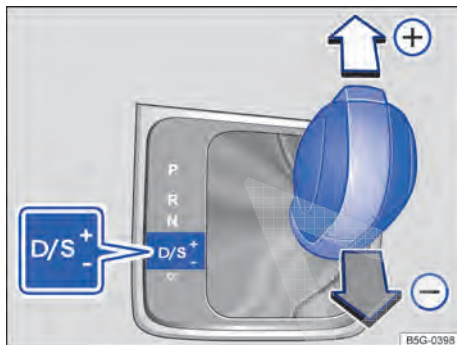

Fig. 127 Alavanca seletora na posição Tiptronic.
- Mover a alavanca seletora para frente (+) ou para trás (-) para aumentar ou diminuir a marcha → Fig. 127.